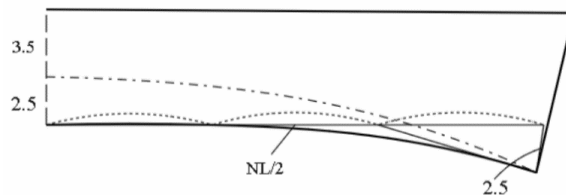

图 4-2-4 领子结构处理
- ① 用“ (比较长度)”工具测量前、后领口曲线长度和，记作“ $NL/2$ ”。
- ② 按照连体企领结构设计方法，水平取“ $NL/2$ ”，领底线下曲量为“2.5cm”，领宽取“6cm”（包含“2.5cm”领座和“3.5cm”领面），按照图 4-2-4 所示完成领子结构处理。
- ③ 用“ (剪断线)”和“ (橡皮擦)”工具删除不必要线条。